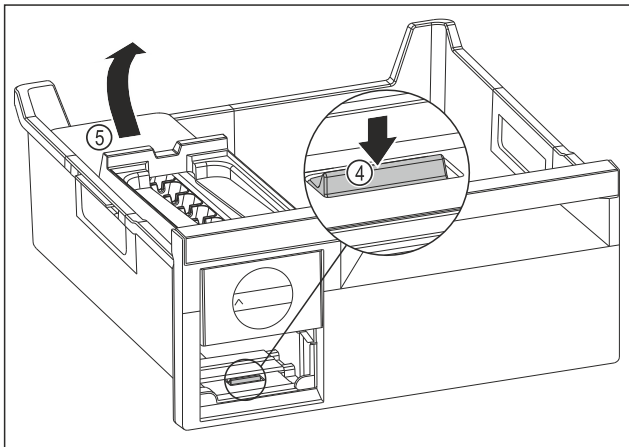

Fig. 116
- ▶ EasyTwist-Ice-Körper entnehmen: Lasche Fig. 116 (4) mit Finger nach unten drücken und gleichzeitig mit der anderen Hand den EasyTwist-Ice-Körper Fig. 116 (5) von hinten anheben.